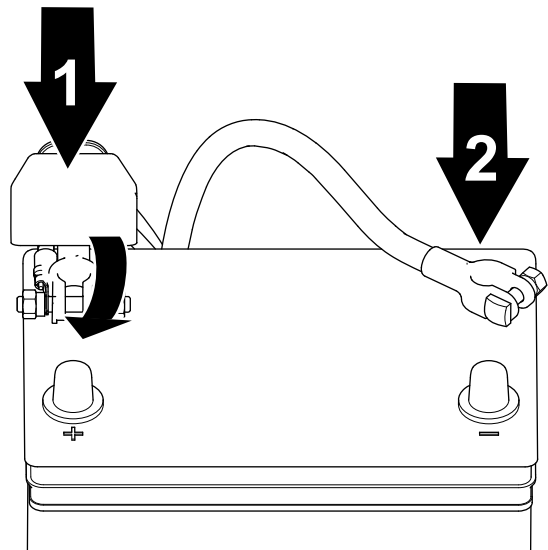

Figura 39
2. Collegate il cavo positivo alla batteria e serrate il dado della fascetta della batteria (Figura 39).
3. Collegate il cavo negativo alla batteria e serrate il dado della fascetta della batteria (Figura 39).